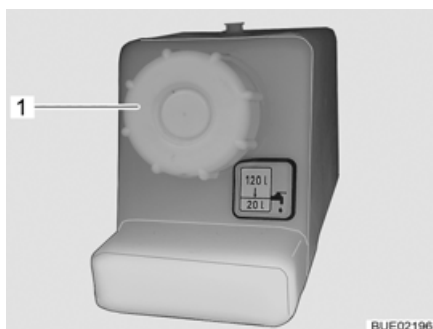

Fig. 189 Coperchio per bocchettone di riempimento dell'acqua potabile
- Ruotare il coperchio (Fig. 189,1) in senso antiorario e rimuoverlo.